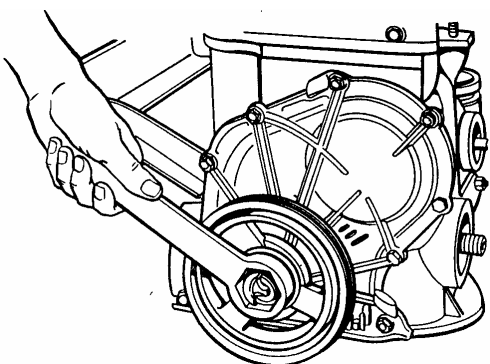
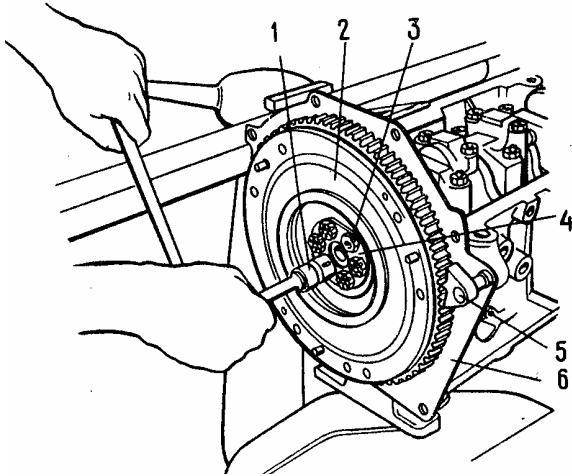

Fig. 2-5. Desenroscado de la tuerca sesgada del cigüeñal con ayuda de la llave A.50121
Fig. 2-10. Remoción del volante:
Quitar la polea del cigüeñal, fijando el volante con el fiador A.60330/R (véase fig.2-10) y desenroscando con la llave A50121 el mecanismo de trinquete (fig. 2-5).
Instalar el fiador 5 (fig.2-10), desenroscar los tornillos 3, quitar del cigüeñal la arandela 4 y el volante. Quitar la tapa delantera del cárter del embrague.
Instalar por los dos casquillos centradores la tapa delantera 6 (fig.2-10) del cárter del embrague.
- si las señales coinciden, entonces después de bloquear el volante con el fiador A.60330/R (véase fig.2-10), apretar definitivamente los tornillos de las estrellas, la tuerca de capacete del tensor y doblar las arandelas de retención de los tornillos de las estrellas ó si las señales no coinciden, entonces repetir la operación de instalación de la cadena.